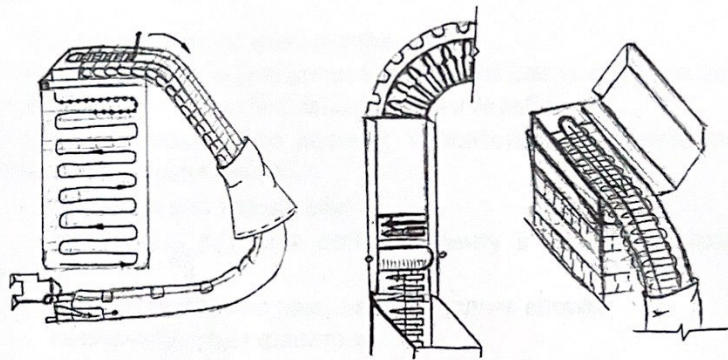

Рисунок 3
- уложить ленту с боеприпасами волнообразно согласно рис.3 и этикетке на внутренней стороне крышки короба;
- продернуть рис. 3 и вставить ленту в пулемет, закрыть крышку;